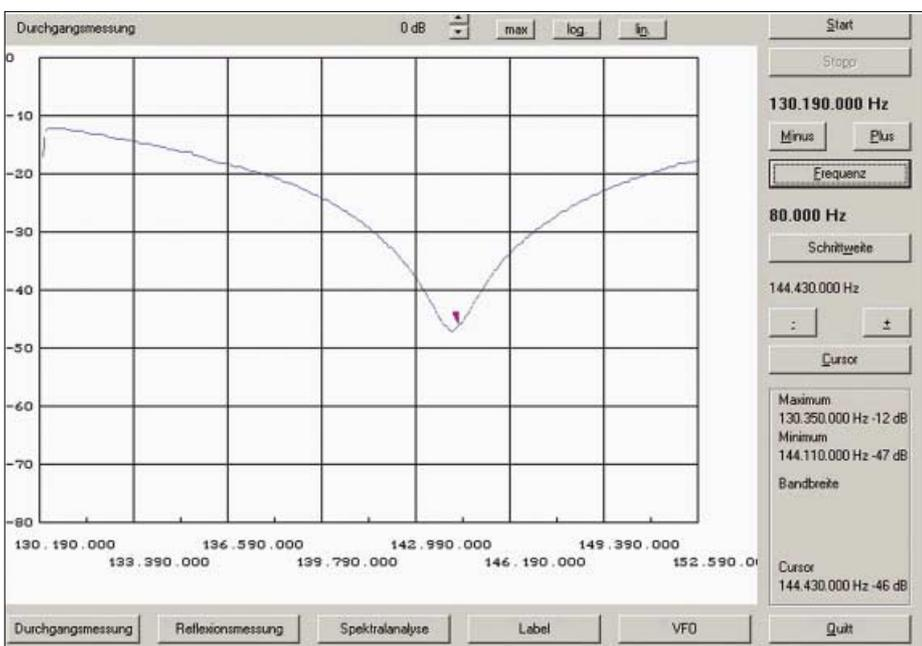

Bild 1: Minimum-Abgleich des Trimmers auf der Senderseite
3. Abgleich des Trimmers C8 an der TX-Seite auf Minimum. Bild 1 zeigt die mit einem Netzwerktester und der Software NWT9 von Bernd Kernbaum, DK3WX, aufgenommene Sollkurve. Die Tiefe des Dips ist nicht so entscheidend, solange die Absenkung auf der Nutzfrequenz mehr als 20 dB ist. Bitte möglichst genau auf die Arbeitsfrequenz ziehen.